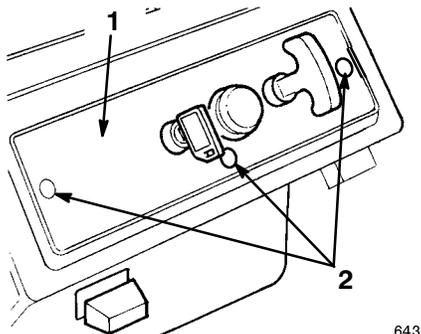

Figure 16
3. Enlevez les trois vis qui fixent le panneau de commande au carter (Fig. 16).
1. Enlevez les trois vis qui fixent le panneau de commande au carter (Fig. 16).